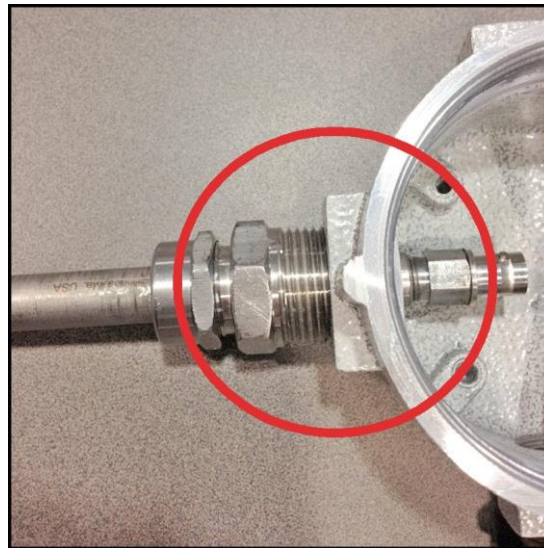

Figura 16: Aplicar torque no redutor na porta NPT
2. Aplique o torque no encaixe em uma das portas de 3/4 pol. NPT da caixa de junção com pelo menos cinco roscas acopladas. Depois que for aplicado torque para fixar o encaixe no local, certifique-se de que a cabeça do BNC do transdutor estenda-se ligeiramente após as marcas dos parafusos de aterramento como mostrado na Figura 16 abaixo:
3. Se a cabeça do BNC entrar demais na caixa de junção, isso dificultará a instalação do conjunto, reduzindo a área necessária para armazenar adequadamente o cabo excedente. Se a cabeça do BNC não estiver posicionada aproximadamente onde ela está mostrada na Figura 16 acima, solte o encaixe por compressão e ajuste o transdutor. Em seguida, reaperte o encaixe por compressão